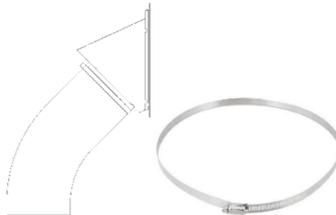

Figure 16 – Installation de la bouche et collier métallique.
- Une fois la bouche de chargement fixée, il faut installer l'encadrement de finition et le couvercle, en vissant les 4 vis comme indiqué sur la figure 16, sur la partie fixe de la bouche. L'articulation du couvercle comporte une goupille pour limiter l'ouverture, comme on peut l'observer dans la figure suivante.